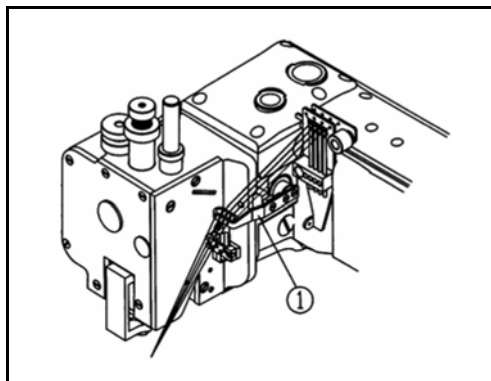
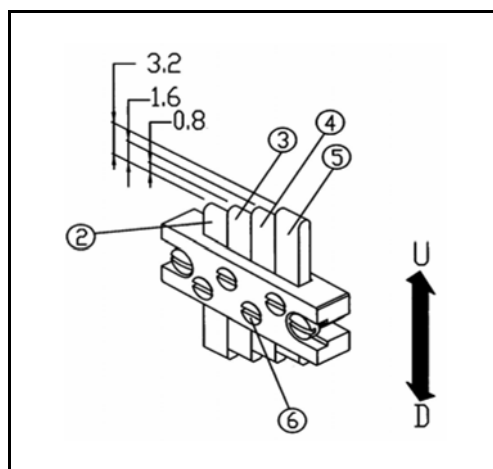

Рис. 23
Рис. 24
- (1) Установите нитепритягиватель игольной нити ① в самой нижней точке (Рис. 23).
- (2) Установите кончик штыря ② на одном уровне с игольной нитью четвертой правой иглы.
- (3) Установите штырь ⑤ на высоту 3.2 мм над штырем ②.
- (4) Установите штырь ④ на высоту 1.6 мм над штырем ②. Установите штырь ③ на одном уровне со штырем ② или на 0.8 мм выше него.
Крепко затяните винты ⑥. (Рис. 24)